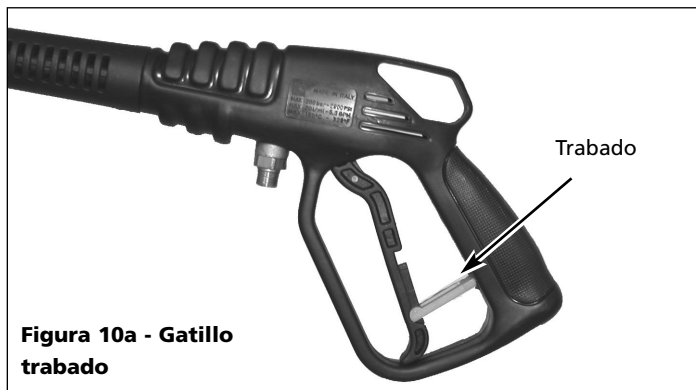

**Figura 9 – Inserte las boquillas de pulverización en el soporte de caucho**
9. Instale las boquillas de conexión rápida en el soporte para boquillas y sujételo al mango de la lavadora a presión. Vea la figura 9.